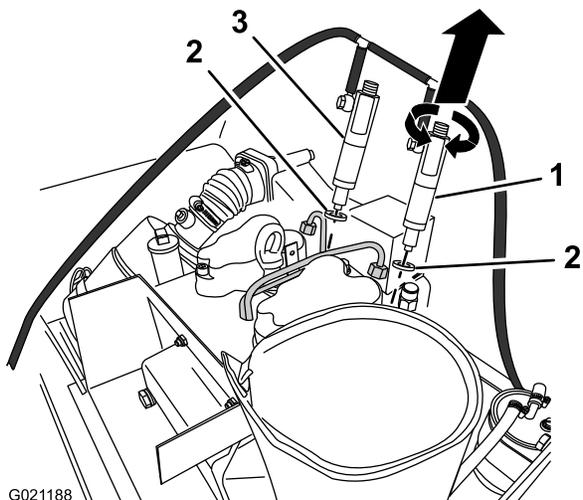

Figure 51
9. Tournez et tirez l'**injecteur arrière** pour le retirer de la culasse (Figure 51).
10. Tournez et tirez l'**injecteur avant** pour le retirer de la culasse (Figure 51).